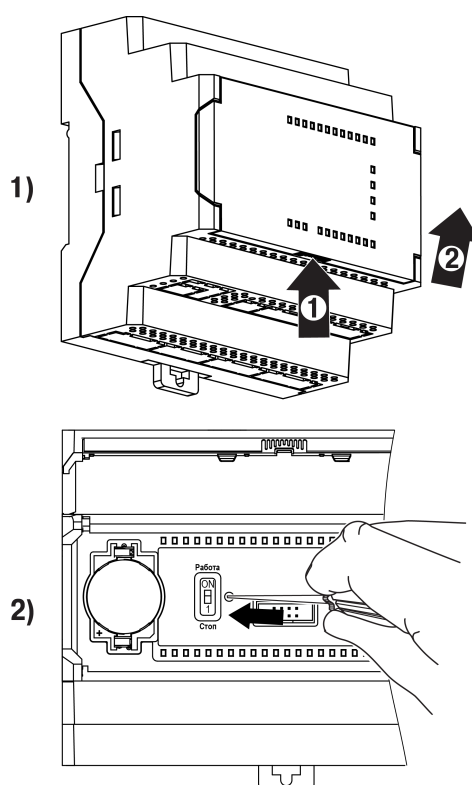

Рисунок 4.40 – Восстановление заводских настроек
2. Подцепив за рифленую зону (см. рисунок 4.40, 1, стрелка 1), открыть крышку на лицевой панели прибора (стрелка 2).
3. С помощью тонкого инструмента нажать и удерживать сервисную кнопку не менее 12 секунд (см. рисунок 4.40, 2).